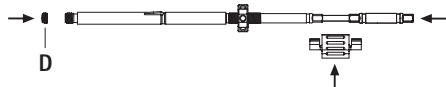

Fig. 12
- Introdurre il cacciavite nella camicia interna, fissarlo con il distanziatore e inserire la vite di bloccaggio **D**, vedere Fig. 12.